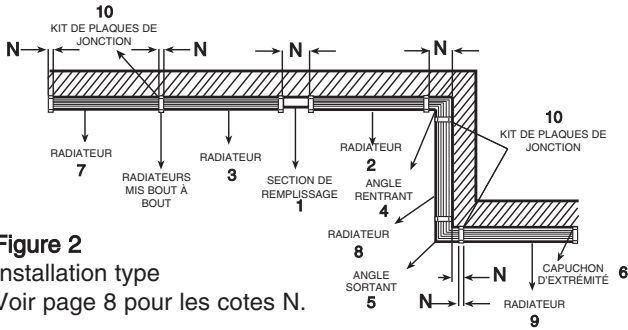

Figure 2
Vérifiez les dimensions de section des radiateurs et la longueur de mur additionnelle nécessaire pour les accessoires télescopiques (Figure 2) avant de commencer une installation de type mur-à-mur. Assurez-vous que tous les radiateurs et accessoires nécessaires sont à portée de main et que leur finition est correcte.
Remarque: Des avant-trous de 1/4" pour le montage sont fournis dans chaque boîtier de raccordement. Ces trous ne peuvent être utilisés que quand il n'y a pas d'installation d'accessoires à glisser à l'intérieur à cette extrémité du radiateur (comme quand les radiateurs (3 et 7) sont mis bout-à-bout comme montré en Figure 2). Des trous de montage additionnels seront à percer dans le carter pour supporter le poids des radiateurs de grande longueur (6' et plus). Ne percez aucun trou de montage additionnel dans les boîtiers de raccordement.
- Montez le radiateur (2, Figure 2) sur le mur en utilisant des vis, des boulons ou des ancrages (fournis par l'installateur) en fonction du type de structure murale.
- Étendez le carter de radiateur (3) par-dessus la section de remplissage (1) de la longueur désirée et montez le carter sur le mur.
- Étendez le carter de radiateur (8) par-dessus la section d'angle (4) de la longueur désirée et montez le carter sur le mur.